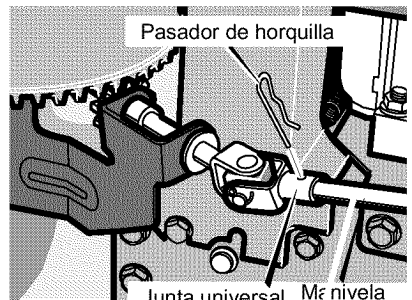

Figura 48
7. Conecte el eje de la manivela a la junta universal con el pasador de horquilla. Vea la Figura 48.